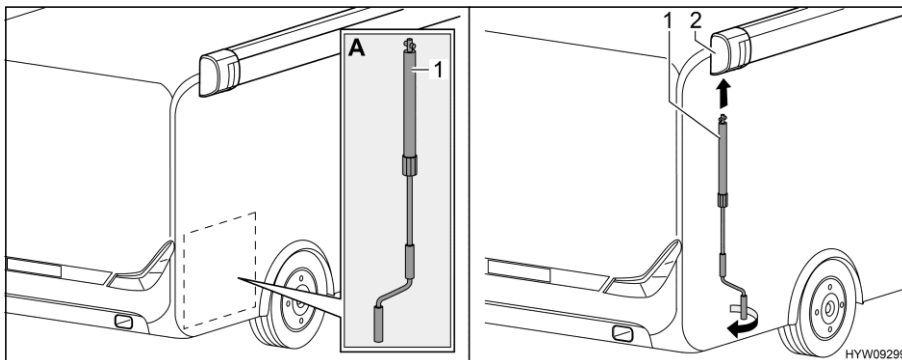

Fig. 43 Applicazione manovella
- Prelevare la manovella (Fig. 43,1) dal garage di coda (Fig. 43,A).
- Inserire la manovella nel supporto a baionetta (Fig. 43,2) della tenda.